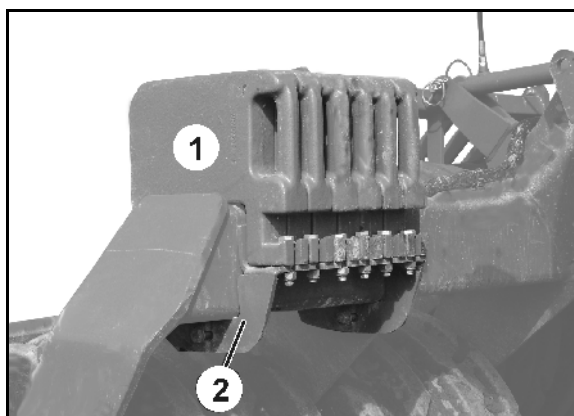

Fig. 29
- Fastgør ekstravægtene (Fig. 29/1) og holdestykket (Fig. 29/2) med to skruer på rammerøret.